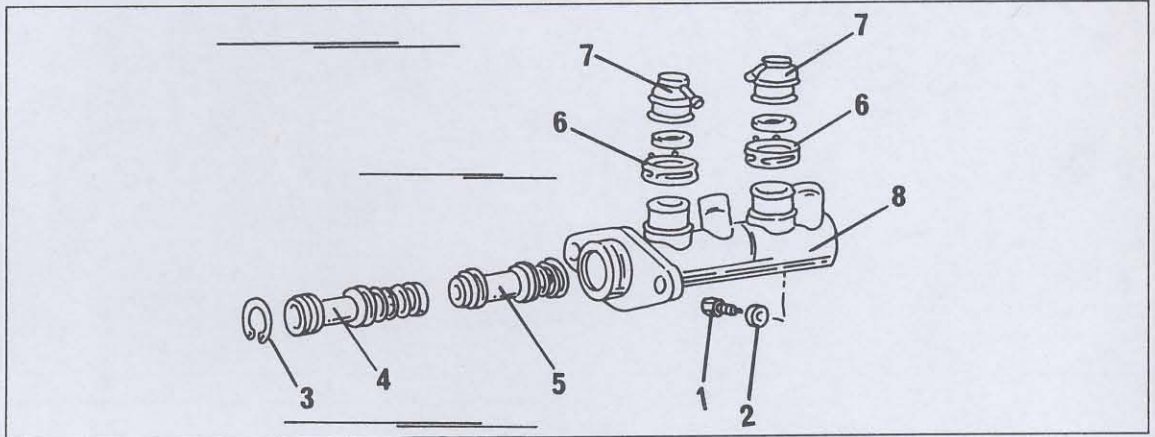

Bild 309
- Mit einer Sprengzange und einem Schraubenzieher den Sicherungsring (3) aus der Bohrung entfernen. Dazu den Kolben etwas nach innen stossen, um die Federkraft vom Ring zu entfernen und den Ring mit der Zange abnehmen, wie es Bild 309 zeigt.